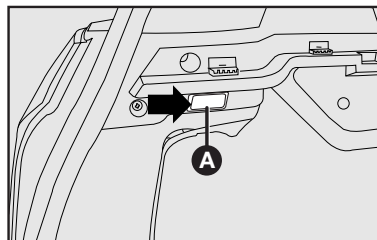

fig. 42
- 1) saque el transparente **A-fig. 42**, haciendo palanca con un destornillador en el punto indicado por la flecha;